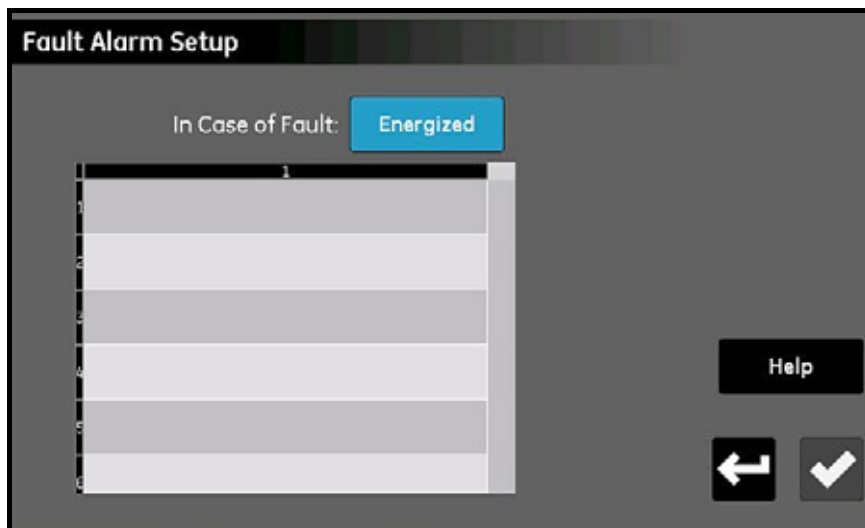

図40：フォルトアラーム設定（Fault Alarm Setup）画面
Fault Alarm Setup メニュー（下図 40 参照）により、moisture.IQ 専用のフォルトアラームリレーが障害状態に応答し、現在の障害状態の原因を一覧表示する方法を指定できます。
- In Case of Fault ボタンをタップし、Energized と DeEnergized の各オプションを切り換えます。この選択により、障害状態が検出された時、リレーが Energized（作動する）であるのか DeEnergized（作動しない：フェイルセーフ型の動作）であるのかが決定されます。障害の原因は、上図 40 の障害リストに表示されます。